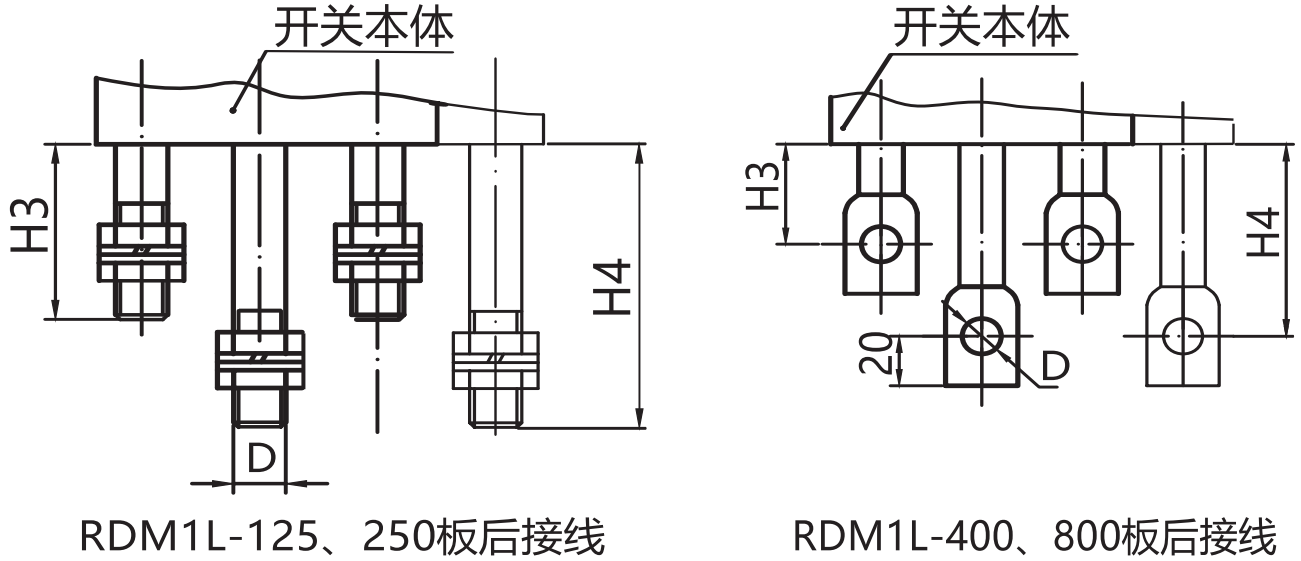
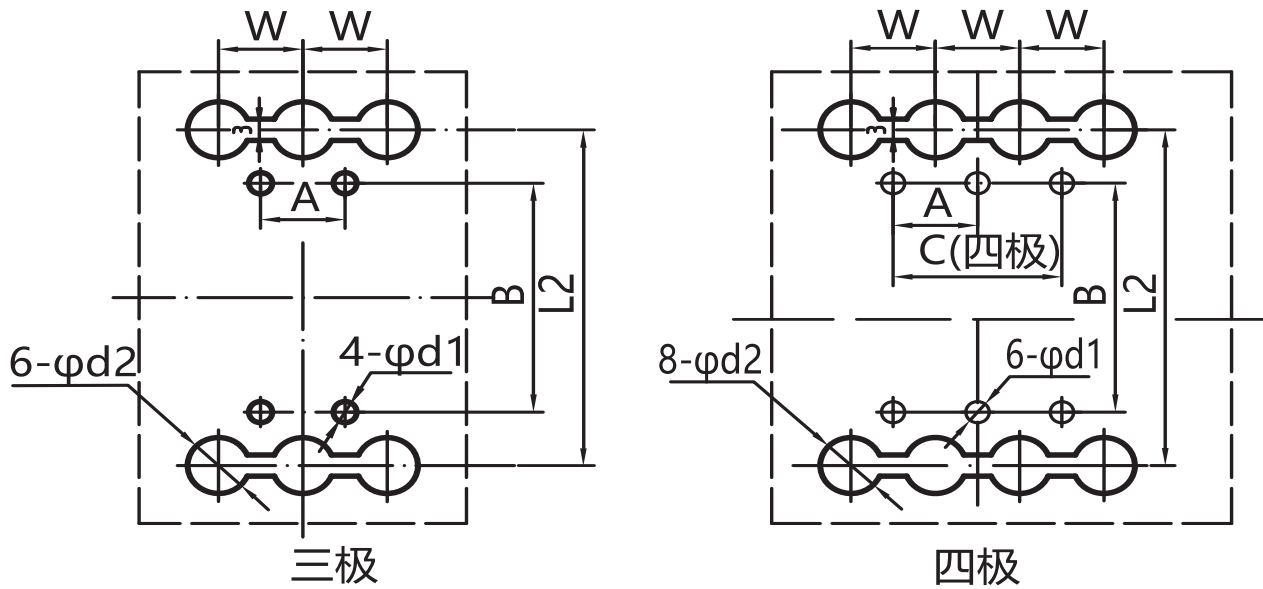

图11 RDM1L系列板后接线外形及安装尺寸
图12 RDM1L系列板后接线安装板开孔尺寸
6.2 板后接线外形尺寸和安装板开孔尺寸见图11、图12和表12。